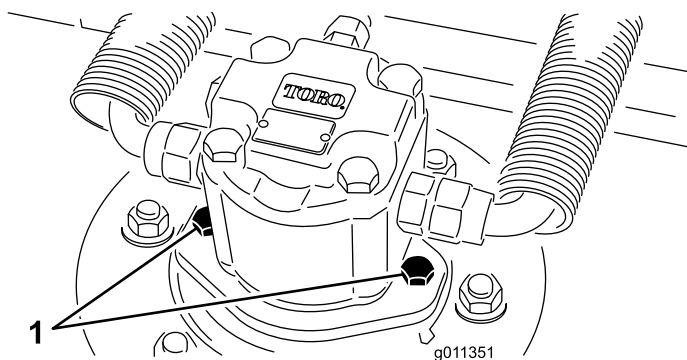

Bild 64
2. Klemmen Sie den Hydraulikmotor vom Mähwerk ab und entfernen ihn (Bild 64). Decken Sie die Spindeloberseite ab, um einer Verunreinigung vorzubeugen.
4. Montieren Sie den Hydraulikmotor am Mähwerk (Bild 64) Stellen Sie sicher, dass sich der O-Ring unbeschädigt in seiner Position befindet.